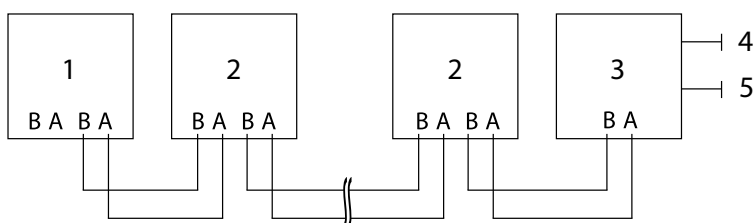

Figura 13: Esquema das ligações da interface RS485
- Fio B (+) com fio B (+) (ver Figura 13 na página 25)